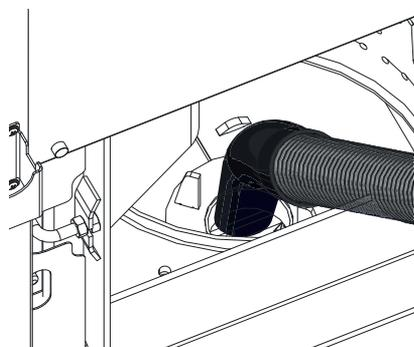

Fig. 44 Primärluftrohr mittels Saugrohr aussaugen
- ▶ Verbrennungsrückstände im Brennertopf mit Staubsauger absaugen. Asche auch aus Primärluftrohr (in der Mitte des Brennertopfes) saugen – Fig. 44.